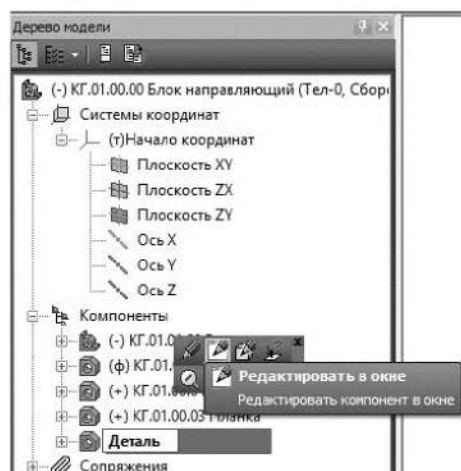

Рисунок 3.61. Дерево модели
5.1 Укажите компонент *Деталь* в Дереве модели и вызовите из контекстного меню команду **Редактировать в окне** (рисунок 3.61).